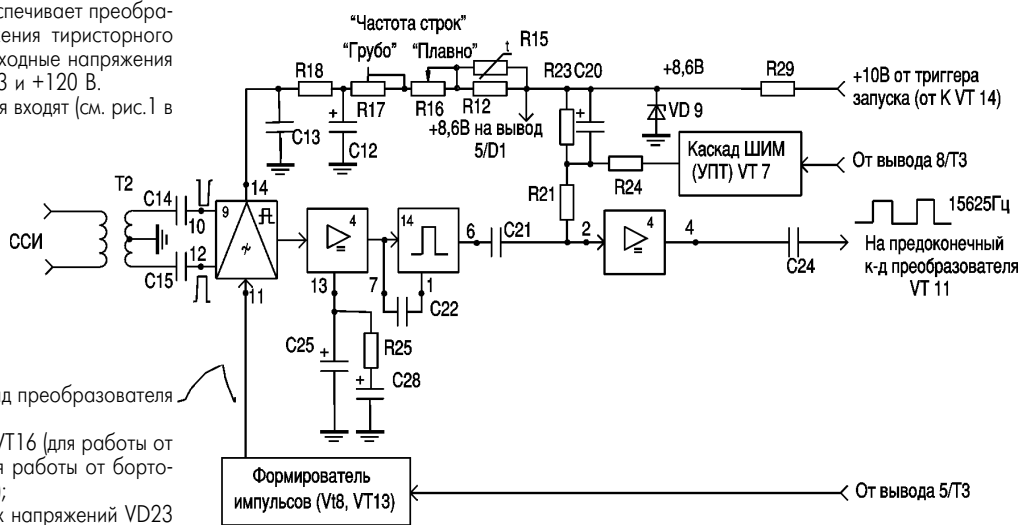

рис. 6
**Микросхема D1 и ее цепи.** Микросхема D1 типа K174Ф1 (рис. 6) содержит задающий генератор строчной развертки (ЗГС) со схемой АПЧиФ и формирователем импульсов (УПТ). Меняя режим формирователя, можно осуществлять широтно-импульсную модуляцию выходного импульсного сигнала МС (на выводе 4).